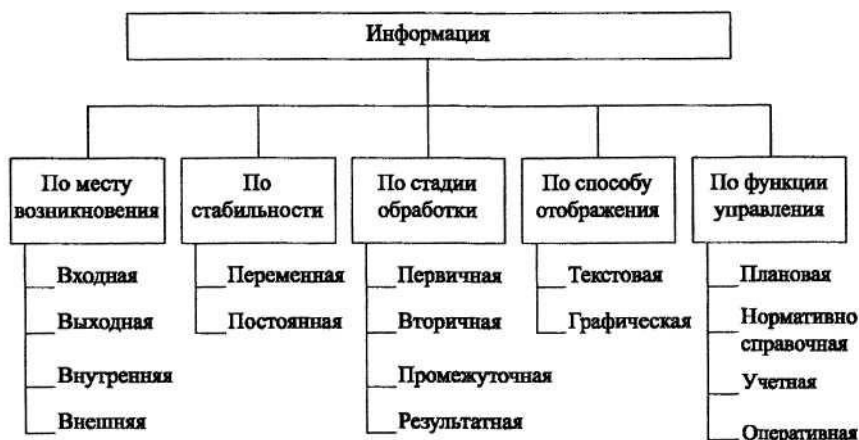

Рисунок 2- Признаки информации
2. Опираясь на теоретические знания при изучении специальных дисциплин, определить основное содержание информации в потоках, а также ее признаки (см. рисунок 2). Полученные данные отобразить на новой схеме